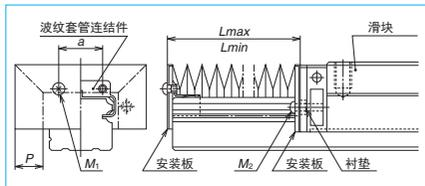

图 7.7
① NH、NS 系列 (图 7.7)
- 如图 7.7 所示，卸除用于安装滑块端密封的 2 个小螺钉 (M_2)。NS15 需用手紧压端盖。如果手松开，容易产生端盖从滑块上分离以致滚珠掉落的危险。
(5) 波纹套管
- NH、NS 系列用的波纹套如图 7.7 所示，是将专用的波纹套管连接件轻轻敲进导轨端然后使用连接件螺孔固定波纹套管端的安装板。